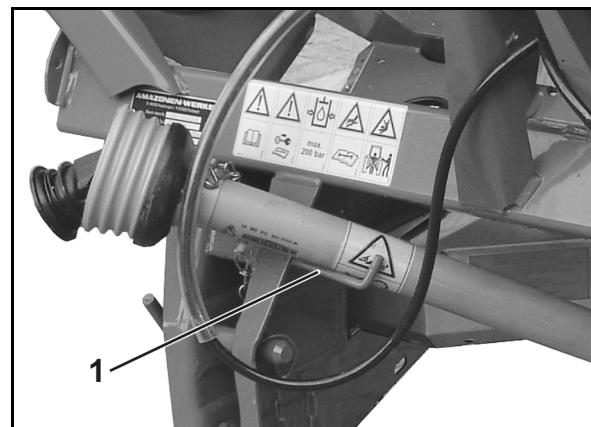

図 35
5. プロペラシャフトを所定のホルダ（図 35/1）に入れます。